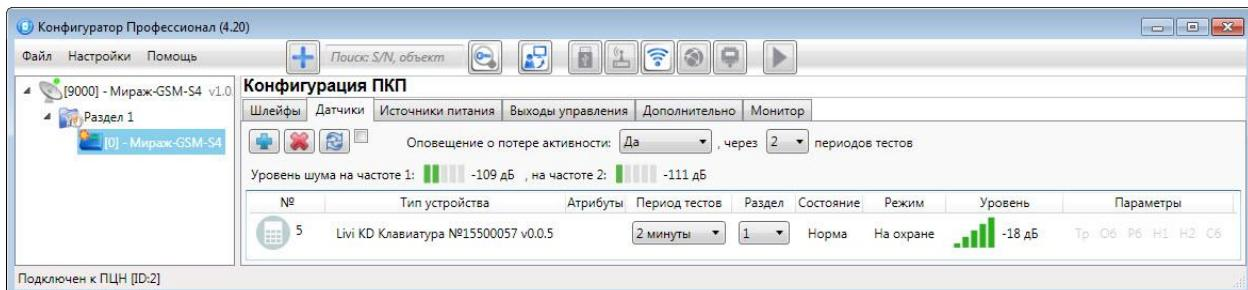

Рисунок 4.31 — Вкладка *Датчики* (основные параметры работы радиоустройств)
В верхней части вкладки *Датчики* (Рисунок 4.31) задаются основные параметры работы радиоустройств Livi.
- На вкладке *Датчики* нажмите кнопку (см. рисунок 4.31).